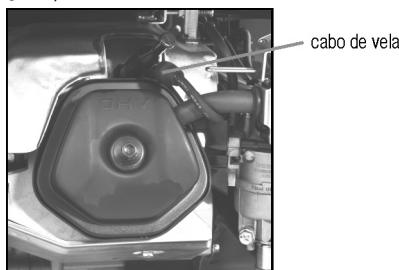

Fig. 26 – Removendo a vela
- Com auxílio de uma chave de vela, remova a vela (fig. 26);